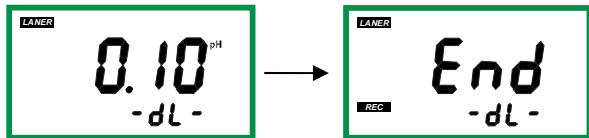

图 7-13
2、按 \leftarrow 键或 \rightarrow 键将数值调至控制所需的数值，然后按 OK 键确认，仪表显示迟滞量调节结束。显示如图 7-13 所示：